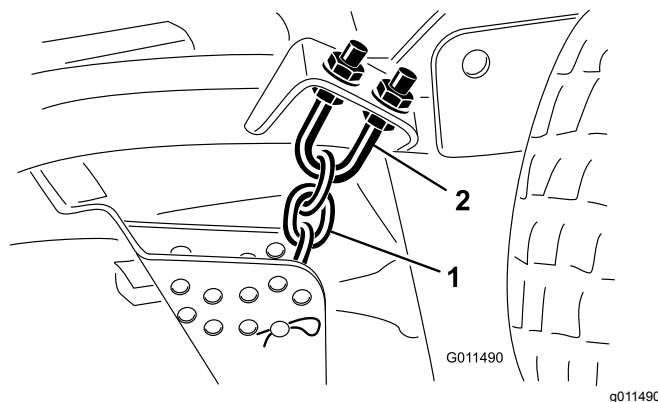

Figura 100
1. Allentate i controdadi sulla parte superiore o inferiore del bullone a U della catena dell'altezza di taglio (Figura 100).